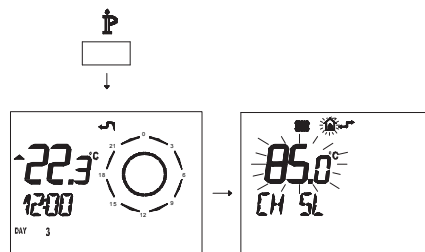

Figura 5.55
- Premere per più di 3 secondi il pulsante **IP** para per entrare in modalità **INFO** (Figura 5.55).